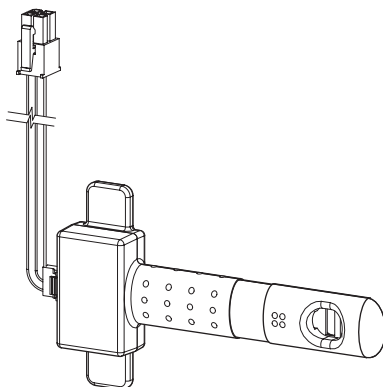

Fig. 1. Interrupteur de débit d'air.
**FH8000A** – Ces modèles sont conçus pour une utilisation avec une unité de traitement de l'air et sont munis d'un interrupteur de débit d'air (voir Fig. 1), qui fournit une alimentation uniquement lorsque le ventilateur de l'unité de traitement de l'air est en marche. Ces modèles sont conçus pour être alimentés par une source d'alimentation à phase unique de 208 à 230 V c.a.